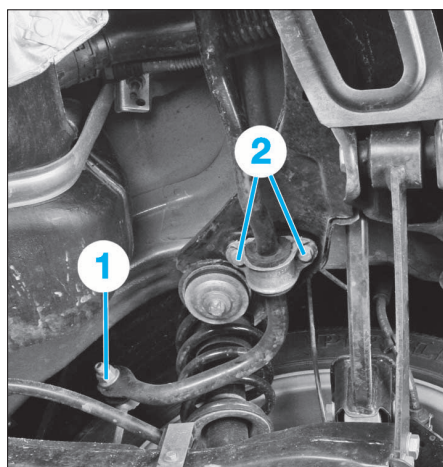

FIG. 17
- la fixation supérieure (1) de la biellette de barre stabilisatrice (Fig.17).